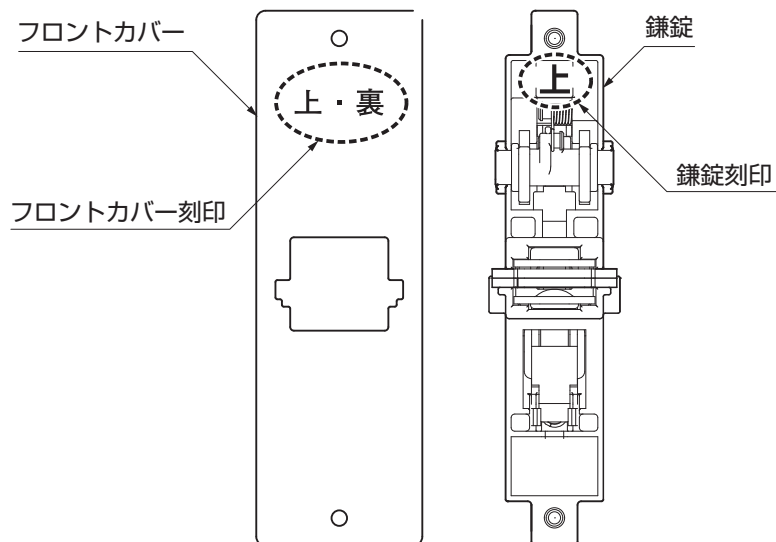

図3-8
- 鎌錠は「上」の刻印のある方を上にフロントカバーは「上・裏」の刻印のある方を上の裏側にしてください。（図3-8参照）